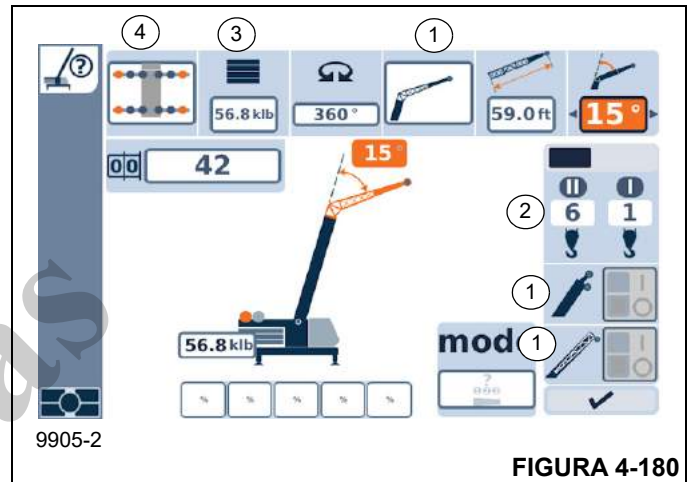

FIGURA 4-180
- Selecione um dos componentes desejados (1, Figura 4-180) a (4).